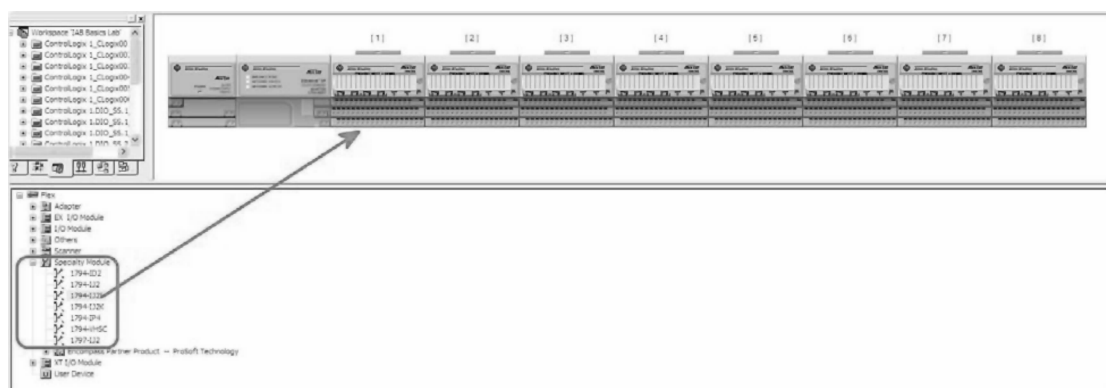

图 26-173 拖动模块
7. 将八个 1794-IJ2I 专用模块拖动到机架中，如图 26-173 所示。